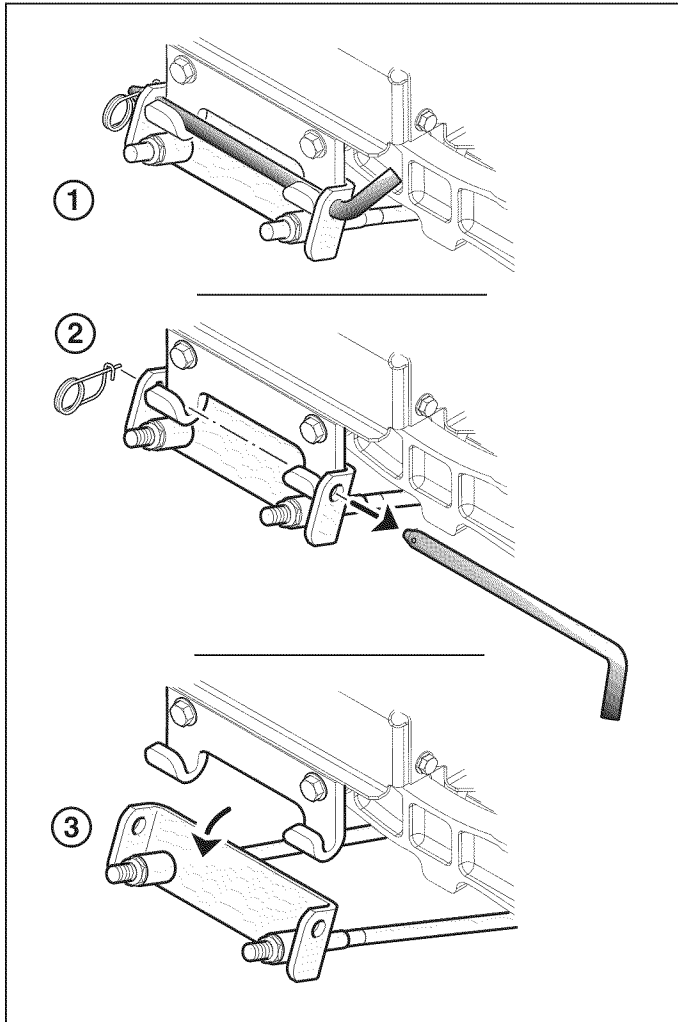

Figura 18
5. Gire las ruedas hasta ponerlas rectas. Quite el pasador de enganche y el clip de seguridad que sujetan la barra de suspensión del cortacésped al soporte de enganche del tractor (ver 1-3, Figura 18)